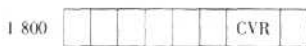
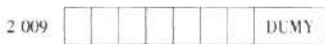

图 1
图 2
(1) 忽略伺服上电顺序,抑制轴数据传输,如图 1、图 2 所示。